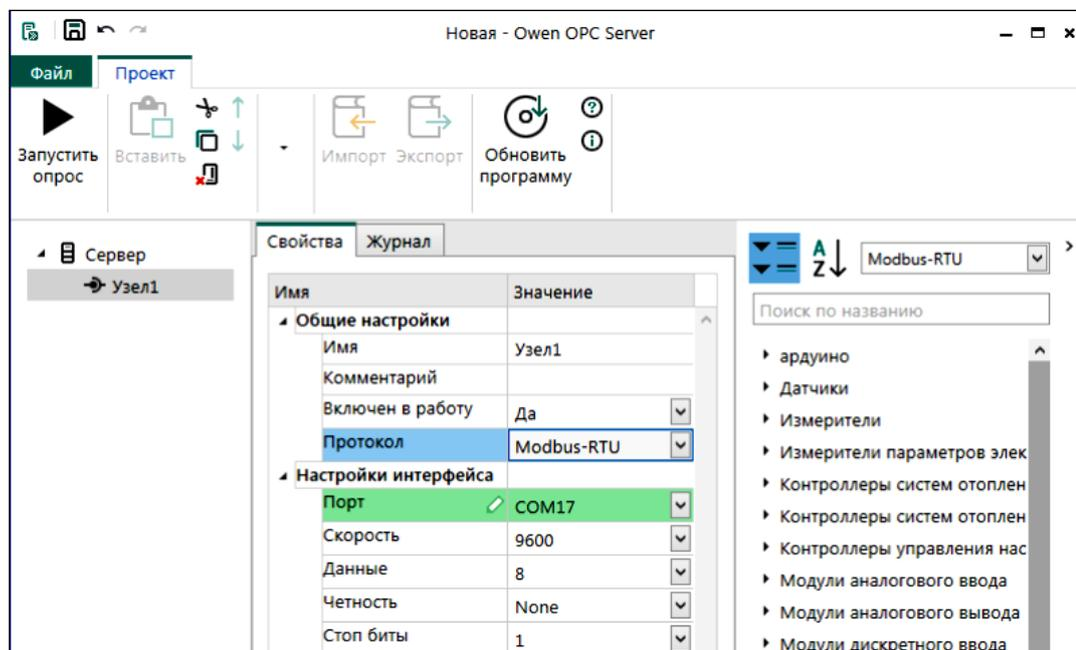

Рисунок 1. Настройка характеристик узла
3. Выделив «Сервер» добавить (рис.1) через контекстное меню или через главное меню «Узел». При желании выбрать свое имя узла. Установить свойства узла: номер порта, протокол обмена, биты данных, количество